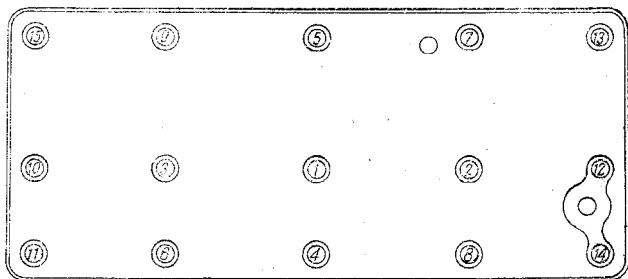

Рис. 6. Последовательность затяжки гаек крепления головки цилиндров
4. Регулярно проверяй и подтягивай все болтовые соединения шасси и особенно гайки крепления колес, стремянок рессор, головки блока цилиндров и прицепного крюка. На рис. 6 показана последовательность затяжки гаек крепления головки цилиндров.